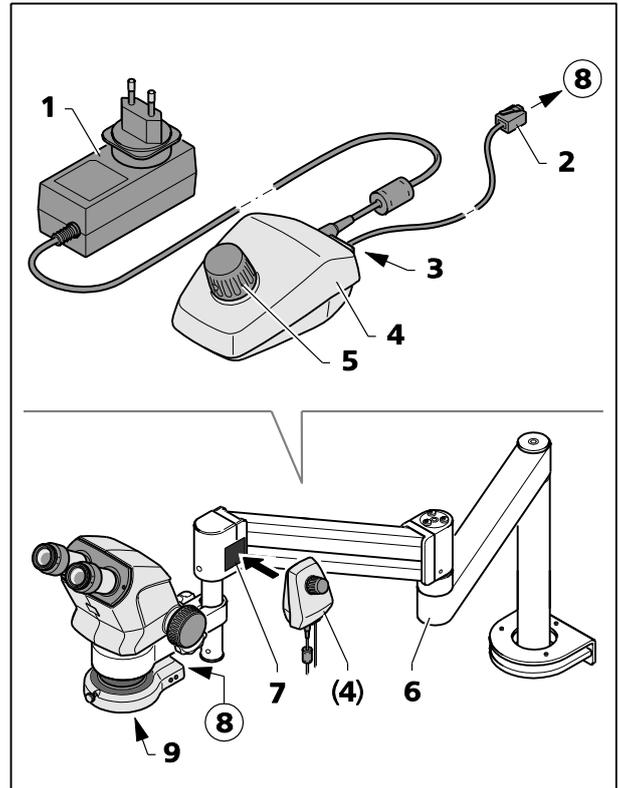

Fig. 18 Contrôleur K LED
Le contrôleur K LED (Fig. 18/4) est utilisé pour faire fonctionner la K LED du dispositif d'éclairage annulaire, lorsque des statifs sans électronique à LED sont utilisés (tels que les statifs à bras articulés B ou SDA, le statif de sol S, le statif U avec bras articulé ou les statifs de bureau K, M et N).
- Visser le système de lentilles frontales (Fig. 18/7) sur le corps du microscope.
- Fixer le côté adhésif de la plaque magnétique (Fig. 18/7) sur le support du bras pivotant.
- Brancher le câble de connexion fourni avec l'appareil (1 m de long) (Fig. 18/2) dans la prise (Fig. 18/8) du dispositif d'éclairage annulaire et dans la prise (Fig. 18/3) à l'arrière du contrôleur K.
- Placer le contrôleur K LED (Fig. 18/4) à côté de la plaque magnétique (Fig. 18/7).
- Connecter le contrôleur K LED à l'alimentation électrique à l'aide du bloc d'alimentation (Fig. 18/1).
- Aligner le support de bras pivotant (Fig. 18/6) pour permettre une position de travail ergonomique.
- Tourner le bouton (Fig. 18/5) du contrôleur K pour allumer le dispositif d'éclairage annulaire et régler l'intensité de l'éclairage.